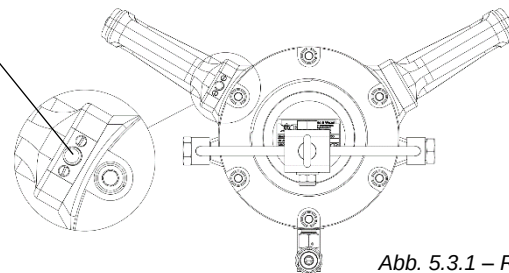
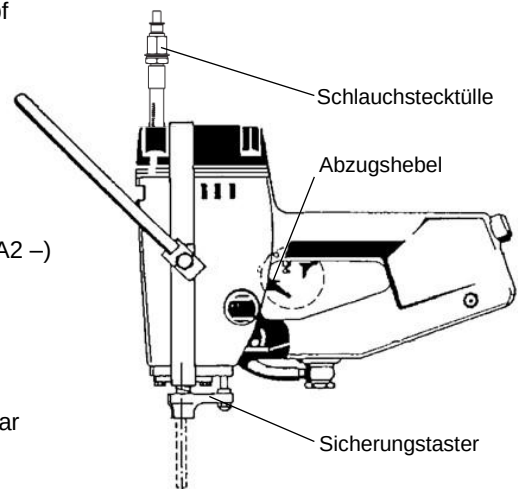
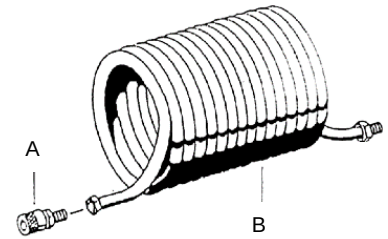

Abb. 5.3.1 – Rückholknopf
Abb. 5.4 – Abzugshebel und Sicherungstaster
Abb. 5.5 – Spiralschlauch mit Kupplung
Vor dem Anschließen (s. Abb. 5.3.1, Abb. 5.4, Abb. 5.5)
Die Rändelhülse der Sicherheits-Einhandkupplung (A), s. Abb. 5.5- Spiralschlauch mit Kupplung, zurückziehen und gegen den Anschlag halten.